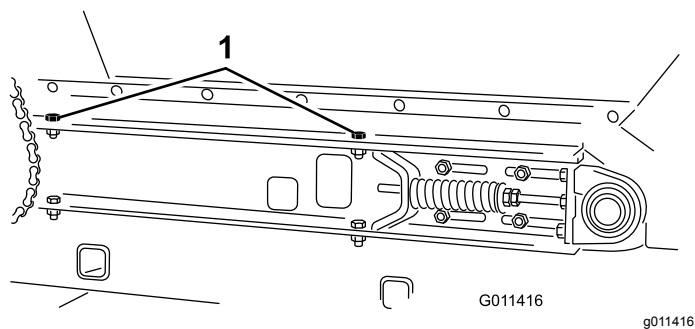

**Figura 31**
3. Desaperte as porcas e os parafusos na barra de tensão para libertar a tensão da mola (Figura 31).